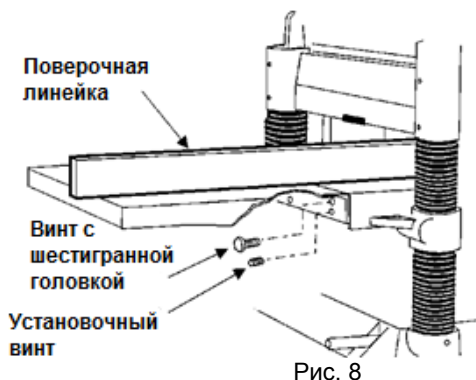

Рис. 8
1. Установите чугунное удлинение стола на краю основного стола с помощью винтов с шестигранной головкой М8 х 25 (см. Рис. 8), используя 12 мм гаечный ключ. Не затягивайте винты полностью.